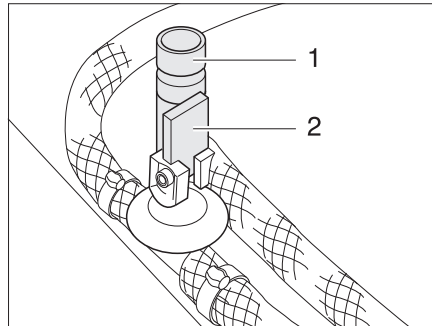

Fig. 121 Llaves de desagüe para la caldera Truma
- Cerrar todas las llaves de desagüe de la caldera. Para esto, poner el balancín (Fig. 121,2) en posición horizontal o bien girar la tapa (Fig. 121,1) en sentido de las agujas del reloj.
- Abrir todas las llaves de desagüe de la caldera. Para esto, poner el balancín (Fig. 121,2) en posición vertical o bien girar la tapa (Fig. 121,1) en sentido contrario a las agujas del reloj.